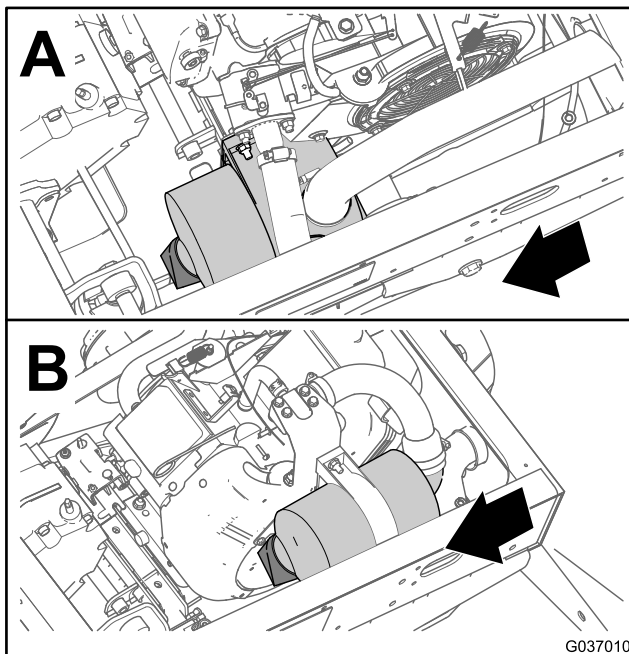
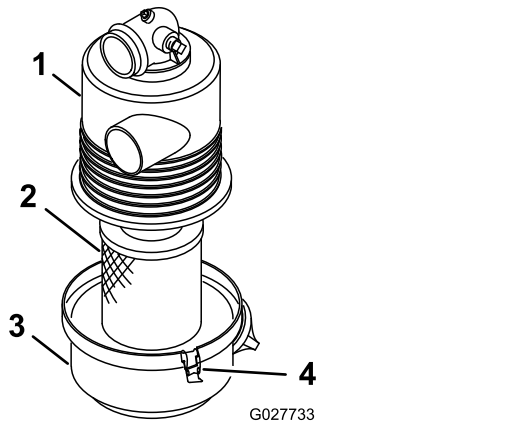

Figura 29
Figura 30
2. Inspeccione la carcasa del limpiador de aire en busca de daños que pudieran causar una fuga de aire (Figura 29 y Figura 30).
- Abra los enganches que sujetan la tapa del filtro de aire a la carcasa del filtro de aire (Figura 30).
- Separe la tapa del filtro de aire de la carcasa del filtro de aire, y limpie el interior de la tapa (Figura 30).
- Instale el elemento del filtro de aire en la carcasa del filtro de aire (Figura 30).
- Alinee la tapa del filtro de aire con la carcasa del filtro de aire (Figura 30).
- Sujete la tapa a la carcasa con los enganches (Figura 30).